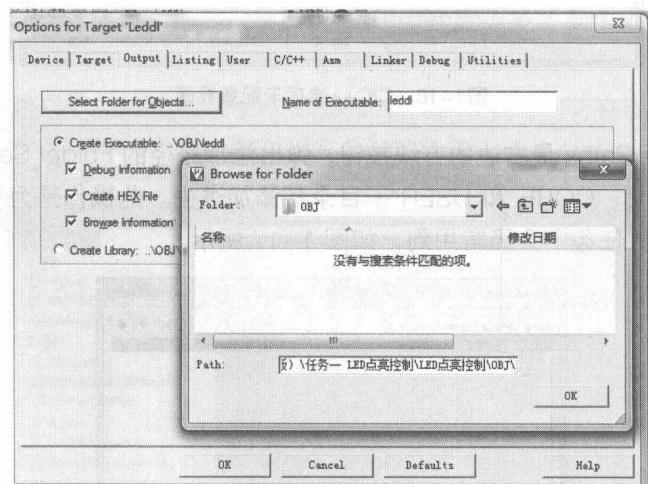

图 1-19 配置Output选项卡
(3) 设置完 C/C++ 选项卡配置界面后，单击 OK 按钮，在“Options for Target ‘Ledd1’”对话框中，选择 Output 选项卡。先选中 Create HEX File 选项；再单击“Select Folder for Objects...”按钮，在弹出的对话框中选中 OBJ 子目录，单击 OK 按钮。以后工程编译的 HEX 文件以及垃圾文件就会放到 OBJ 子目录里面，保持了工程简洁不乱，如图 1-19 所示。